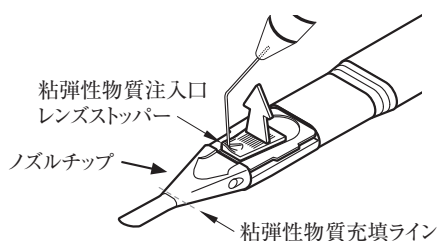

図1.
6. 図1のとおり、粘弾性物質注入口に粘弾性物質のカニューラを挿入し、システム内に粘弾性物質[†]を十分に充填する。粘弾性物質を粘弾性物質充填ラインを越えてノズルチップ内に到達するまで満たす（約0.2mL）。